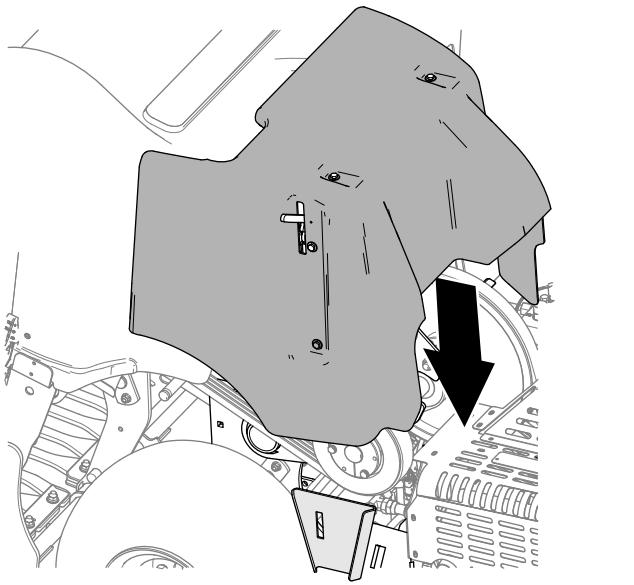

Bild 134
- Senken Sie die Riemenabdeckung ab (Bild 134).